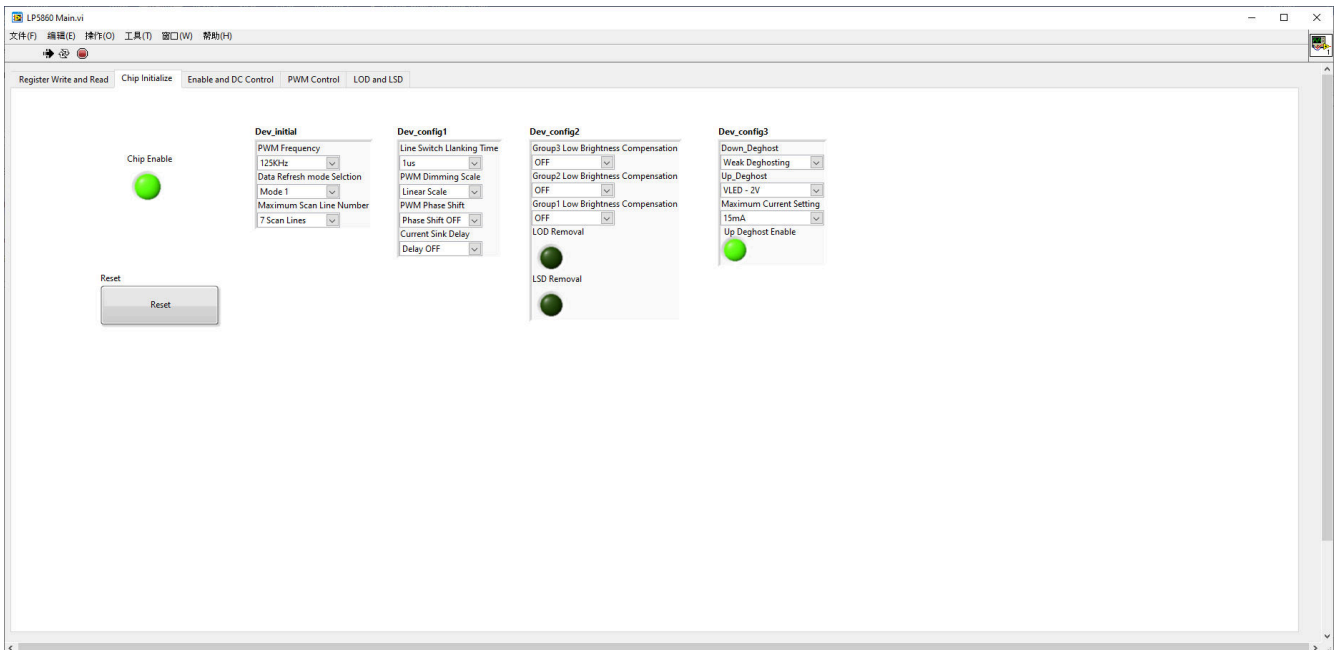

图 3-4. LP5867EVM GUI Chip Initialize
1. 选择第二个页面选项卡 *Chip Initialize* (请参见图 3-4)。